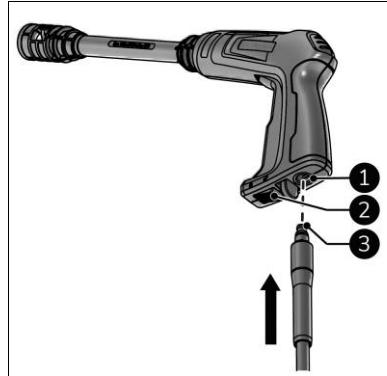

Abbildung 10
1. Stellen Sie sicher, dass die Sicherheitssperre unter dem Auslöser verriegelt ist (Abbildung 10, Pos. 2).
2. Schließen Sie den Hochdruckschlauch (Abbildung 10, Pos. 3) an Stahlpistole (Abbildung 10, Pos. 1) an.